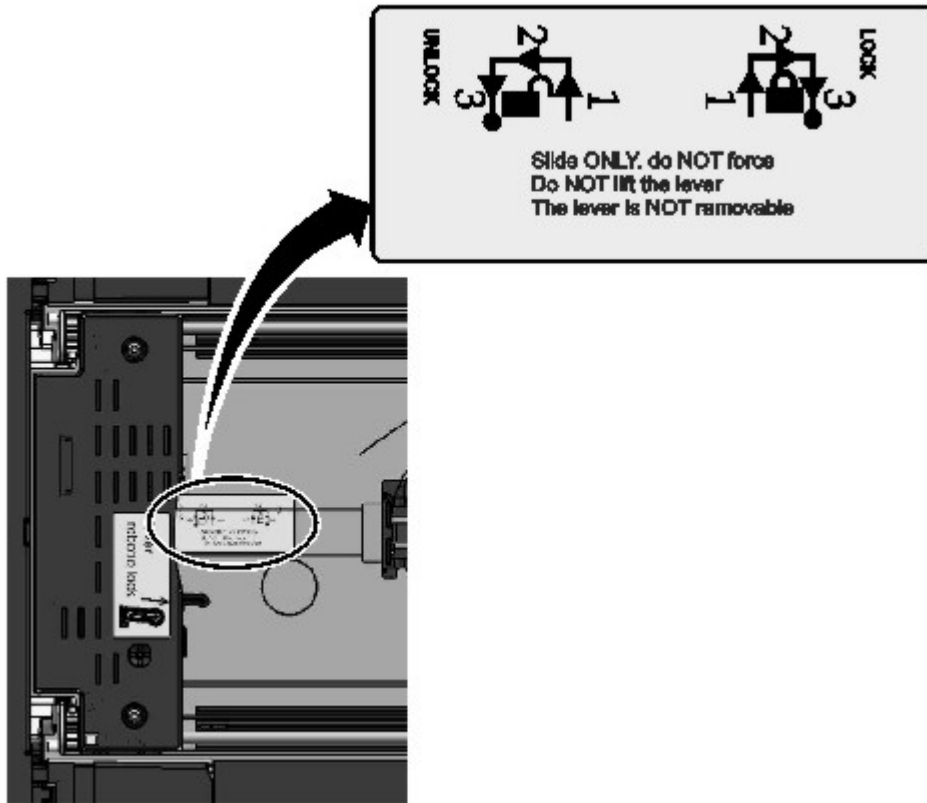

図 71. ロボットのアンロック
10. レバーをアンロックして、アクセサを取っておきます。 152 ページの図 71 を参照してください。